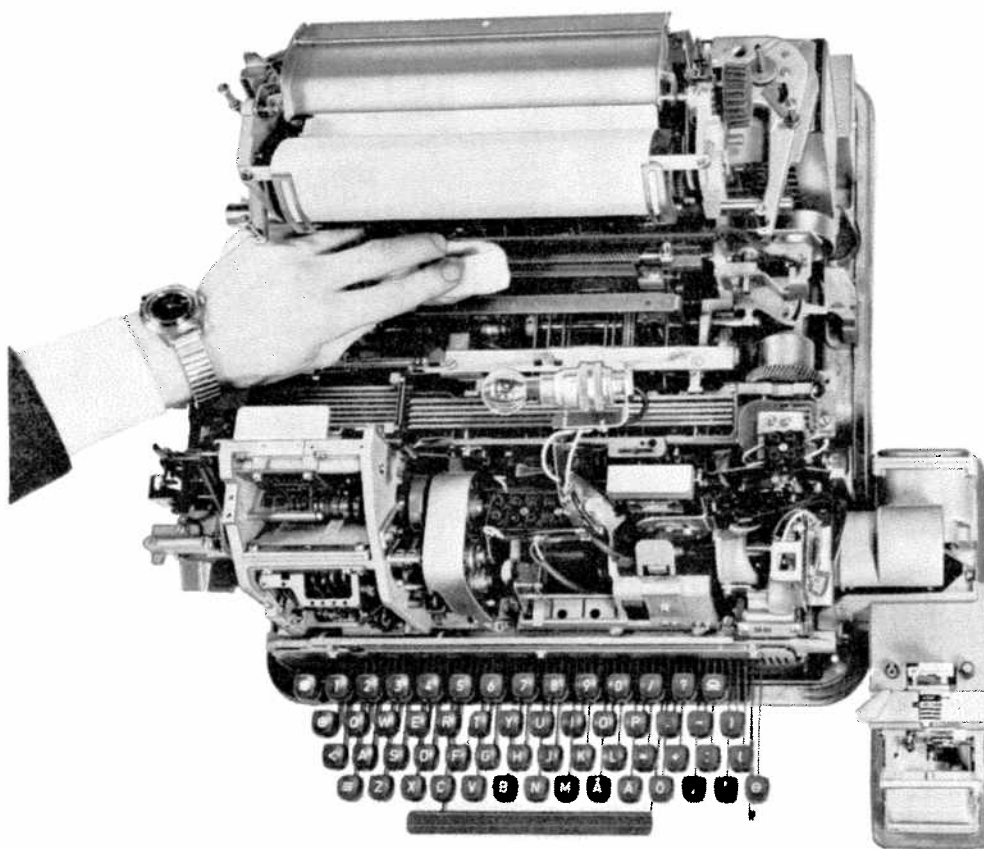

Bild 24
- 3.3.1.9 Torka ren huven, bottenplattan och fjärrskrivmaskinen från damm och pappersludd, bild 24.
- 3.3.2.1 Lägga en bit blankettpapper runt valsen som skydd mot olja, bild 24.